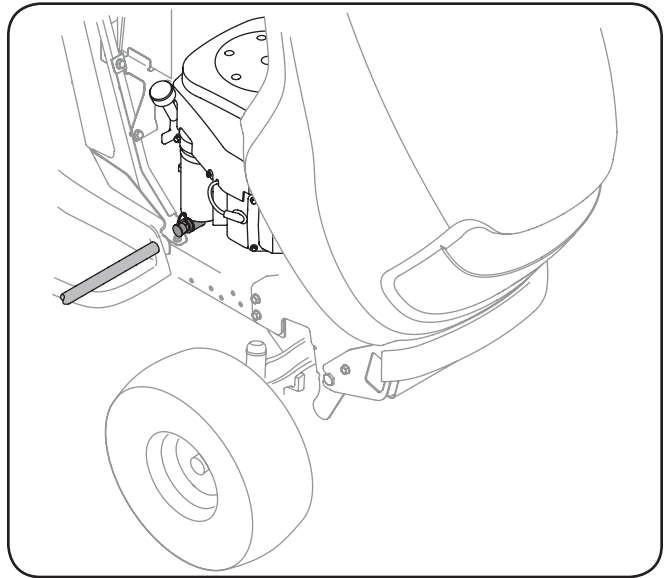

Figure 6-2
3. Abra el tapón protector en el extremo de la válvula de drenaje de aceite para dejar expuesto el orificio de drenaje. Vea la Fig. 6-2.